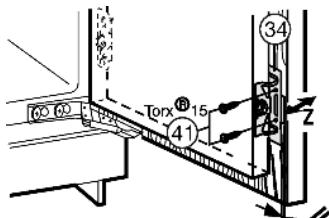

Fig. 23
- Скрепите вместе дверцу устройства и мебельную дверцу винтами Fig. 23 (41) при помощи крепежного угла Fig. 23 (34).